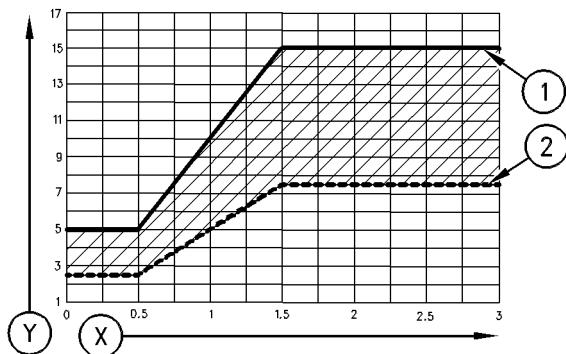

Рис. 17
**API CG-4** – Масла API CG-4 были разработаны, главным образом, для дизельных двигателей, работающих на топливах с содержанием серы 0,05%. Несмотря на это, масла API CG-4 могут применяться и при использовании топлив с более высоким содержанием серы. ОЩЧ свежего масла определяет максимальное содержание серы в топливе при использовании масел API CG-4 и API CF-4. Смотрите рисунок 17.
Общее щелочное число (ОЩЧ) конкретного масла зависит от содержания серы в применяемом топливе. Для дизельных двигателей с прямым впрыском, работающих на дистиллятном топливе, новое масло должно иметь ОЩЧ, превышающее содержание серы в топливе не менее чем в 10 раз. ОЩЧ в новом масле определяется согласно техническим условиям ASTM D2896. ОЩЧ масла должно составлять не менее 5, каким бы низким не было содержание серы в топливе. Рисунок 17 иллюстрирует ОЩЧ.